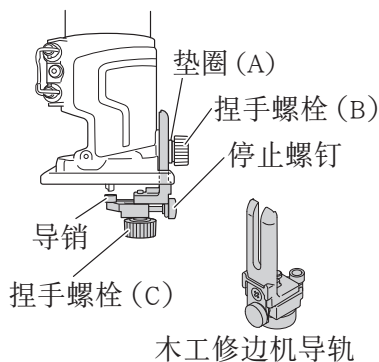

图 20
- (1) 用捏手螺栓(B)将木工修边机导轨安装在底座组件上。
- (2) 松开捏手螺栓(B)以上下移动木工修边机导轨。
- (3) 松开捏手螺栓(C)并转动停止螺钉以移动导销。(图 20)移动导销后，拧紧捏手螺栓(C)，将其固定。